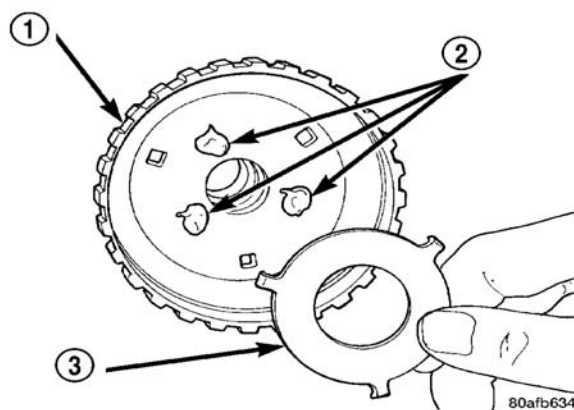

图 289 安装 3 号止推板
(40) 安装 3 号止推片到超速档轴组件的底部，用石蜡或变速器总成凝胶定位（图 289）。